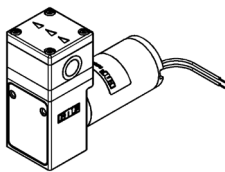

Fig. 9: optimale Einbaulage / waagrecht
- Einbaulage → Die Einbaulage der Pumpe kann prinzipiell frei gewählt werden. Für maximale Genauigkeit und schnelle Entlüftung die bevorzugte Einbaulage beachten (Fig.9).